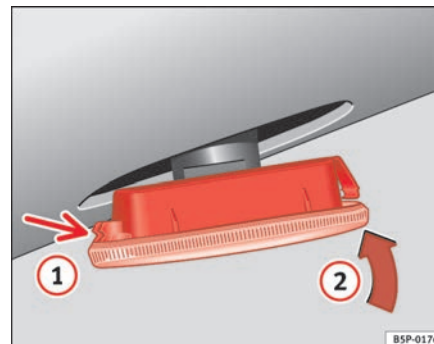

Fig. 230 Indicatori di direzioni laterali
- Prima collocare l'intermittente nel foro della carrozzeria, incastrando le linguette ⇒ fig. 230, freccia ①.
- Inserire la lampada come indicato dalla freccia ② ⇒ fig. 230. ■